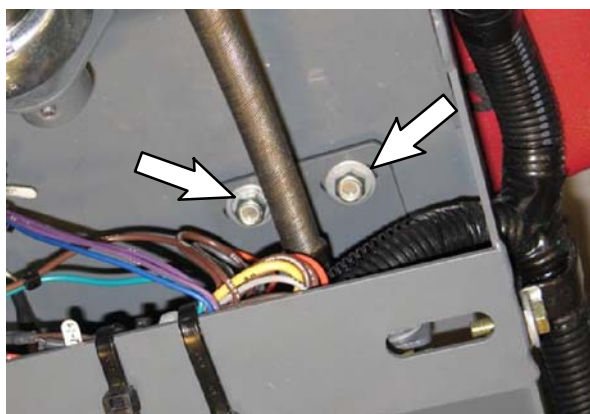

FIG. 32
4. Reinstallare la staffa di supporto/cuscinetto della flangia sul canale dello sterzo. Installare l'hardware senza serrarlo. **NON SERRARE COMPLETAMENTE L'HARDWARE.** L'hardware verrà fissato in una successiva fase di regolazione. (Fig. 32)